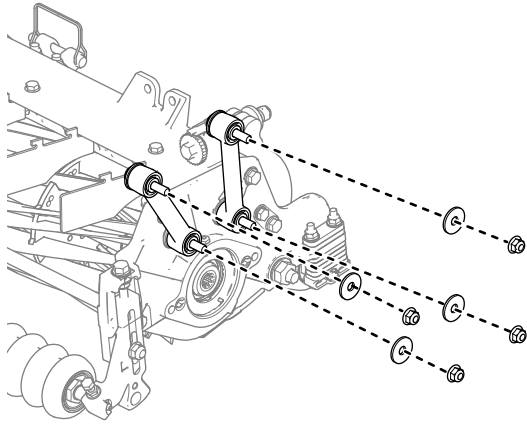

图 21
1. 拆下把提升杆固定到滚刀组侧板和承载架上的螺母和垫圈图 21。丢弃垫圈。